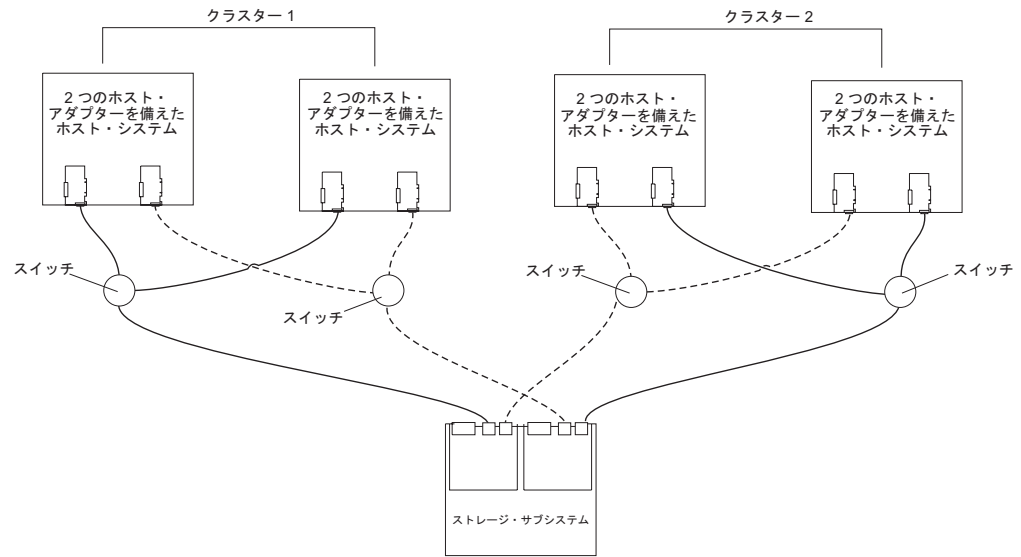

図 59. 2 クラスター構成の例
- 2 つのクラスター (97 ページの図 59)
97 ページの図 59 に、2 クラスタ構成の例を示します。